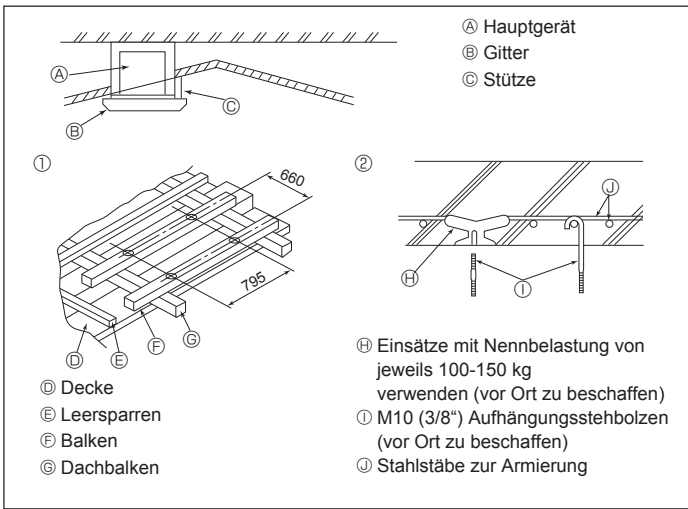

Fig. 3-5
3.5. Bauliche Gestaltung der Aufhängung (Baustruktur der Aufhängung muß hoch belastbar sein) (Fig. 3-5)